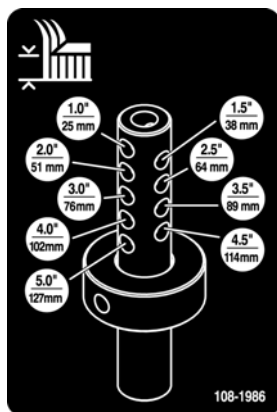

Figure 9
6. Alignez la bague de hauteur de coupe avec les trous corrects de la tige de réglage de hauteur de coupe (Fig. 9).